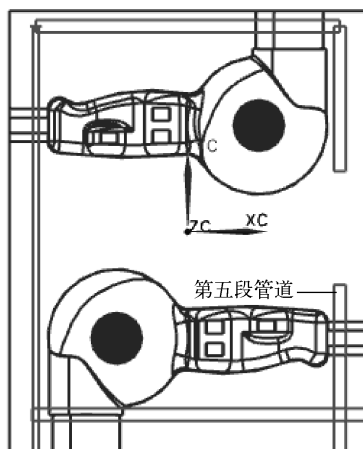

图 10-92 创建第五段管道
(12) 按照上述方法, 继续创建第五段管道, 如图 10-92 所示。